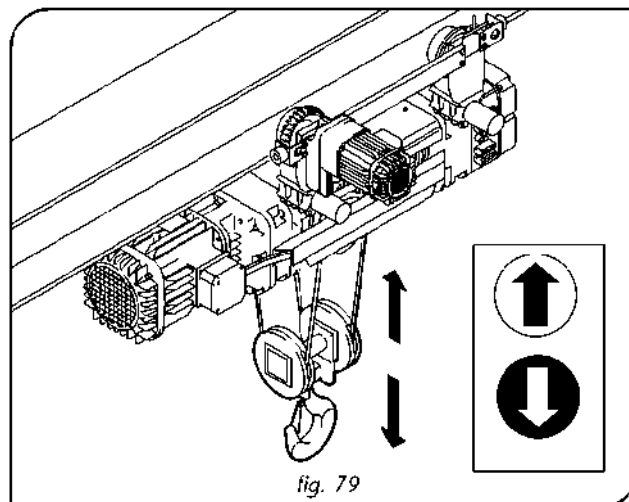

fig. 79
- Taki sam test wykonać w przypadku sterowania wciągarką „góra/dół” upewniając się, że najpierw uruchamia się ją w jednym kierunku (dół) a potem w drugim (góra) za pomocą dwóch krótkich impulsów koniecznych jedynie do upewnienia się, że kierunek obrotu silników jest prawidłowy (rys. 79).